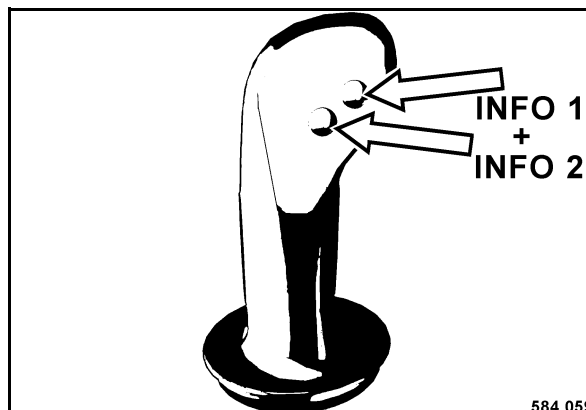

Fig. 103
- Pulsar ambos botones INFO (Fig. 103) más de tres segundos para entrar al modo de ingreso.